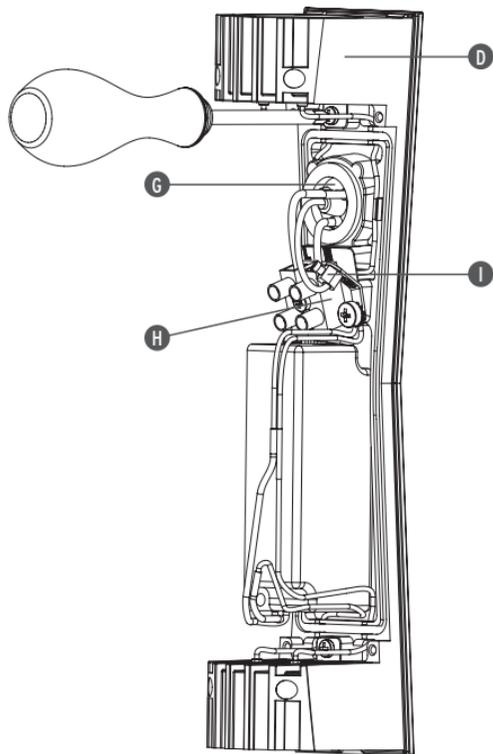

Fig. 4
<IT> Fig.4 Rimontare il corpo (D) all'attacco a parete avendo cura di far passare i cavi di alimentazione attraverso il passacavo (G), quindi effettuare i collegamenti elettrici nella morsetteria (H) e al morsetto di terra (I).
<GB> Fig.4 Remount the body (D) onto the wall attachment taking care to pass the supply cables through the fairlead (G), then make the electrical connections in the terminal box(H) and to the earth terminal (I).
<DE> Abb.4 Montieren Sie den Korpus (D) wieder am Wandanschluss, achten Sie dabei darauf, dass die Stromkabeln in die Kabelführung (G) eingezo-gen werden. Führen Sie den Stromanschluss an der Klemmleiste (H) und an der Erdungsklemme (I) durch.
<FR> Fig.4 Remonter le corps (D) sur l'attache murale en prenant soin de faire passer les câbles d'alimentation à travers le passe câble (G), puis effectuer les raccordements électriques dans le bornier (H) et raccorder la terre (I).
<ES> Fig.4 Volver a montar el cuerpo (D) en el soporte de pared pasando los cables de alimentación a través del pasacables (G), entonces efectuar las conexiones eléctricas en la regleta (H) y al borne de la toma de tierra (I).
<PT> Fig.4 Voltar a montar o corpo (D) ao suporte de parede tendo o cuidado de passar os cabos de alimentação através do passa-cabo (G) e, posteriormente, realizar a ligação eléctrica na régua de terminais (H) e ao borne de terra (I).
<RUS> Рис.4 Снова установить основную часть (D) на несущую панель, пропустив провода питания через кабельный вход (G), затем подсоединить их к клеммной панели (H) к клемме заземления (I).
<CN> 图4. 重新将主体装置 (D) 与墙壁固定器进行固定, 将电源线小心地穿过线槽 (G), 并在端子板 (H) 和接地板 (I) 上进行电路连接。